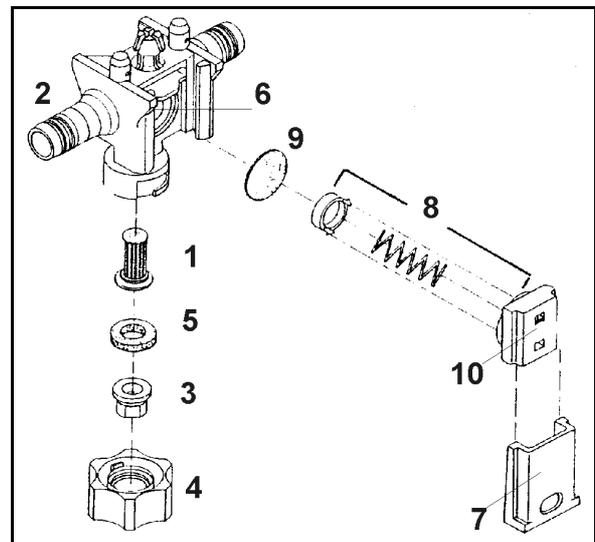

Рис. 167
Время от времени контролируйте посадку шибера (Рис. 167/7).
- Для этого задвиньте шибер в головку форсунки (Рис. 167/2) настолько, насколько позволит умеренная сила большого пальца.
1. Фильтр форсунки (Рис. 167/1) установите снизу в корпус форсунки (Рис. 167/2).
2. Форсунку (Рис. 167/3) вложите в байонетную гайку (Рис. 167/4).
3. Вложите резиновое уплотнение (Рис. 167/5) над форсункой.
Отложения в посадочном месте мембраны (Рис. 167/6) являются причиной для подтекания форсунок при отключенных штангах. Соответствующую мембрану необходимо чистить следующим образом:
1. Выдвиньте задвижку (Рис. 167/7) из корпуса форсунки (Рис. 167/2) по направлению к байонетной гайке.
2. Извлеките пружинный элемент (Рис. 167/8) и мембрану (Рис. 167/9).
3. Почистите посадочное место мембраны (Рис. 167/6).
Следите за правильным направлением установки пружинного элемента. Выступающие края, с правой и левой стороны корпуса пружинного элемента (Рис. 167/10) должны быть направлены при сборке в сторону профиля штанг.